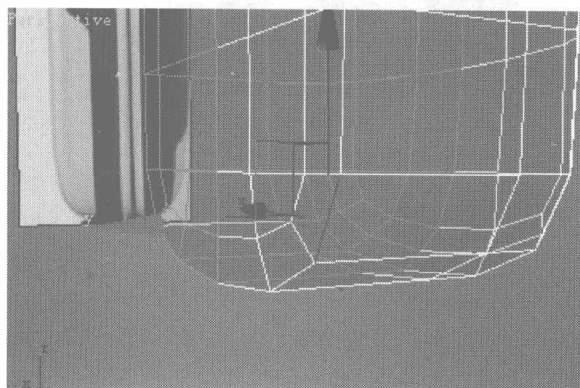
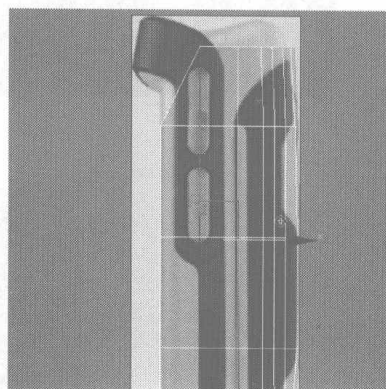

图 4.22
图 4.23
- 15** 选择如图 4.22 所示的边线，在 Selection 卷展栏中单击 **Loop** 按钮，选择其循环的曲线，在 Left 视图中沿 X 轴向右移动曲线，如图 4.23 所示。